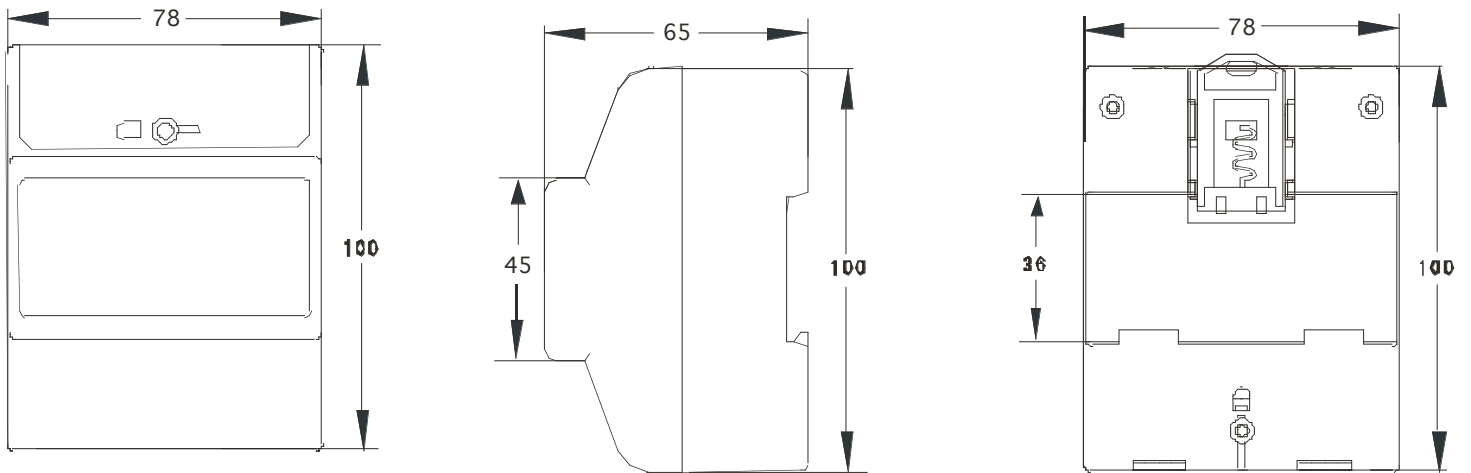

Fig. 2
5. Fig. 2: Meter case dimensions